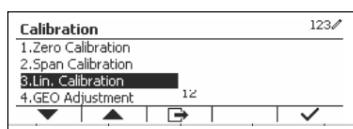

Figure 13
7. Pour quitter la sélection « Span calibration », appuyez sur le bouton multifonction correspondant à l'icône . (Voir Figure 13)